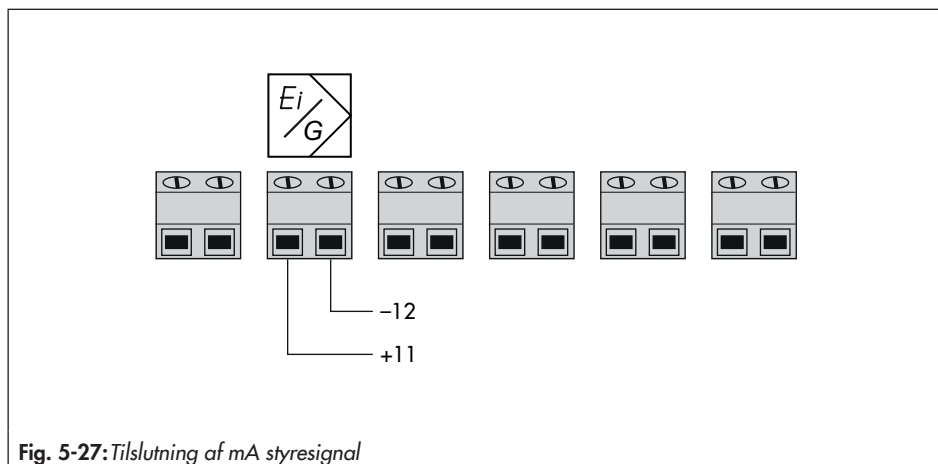

Fig. 5-27: Tilslutning af mA styresignal
- Tilslut strømforsyningen (mA signal), som beskrevet i Fig. 5-27.